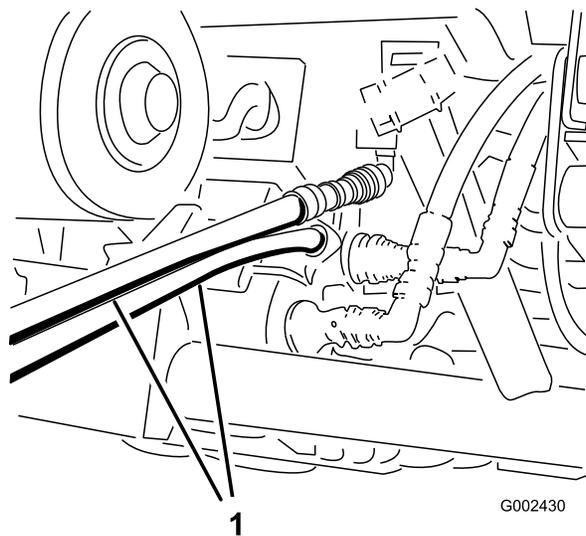

Figura 94
4. Sull'altro veicolo, collegate i due tubi ai giunti che si trovano ancora nella staffa dell'accoppiatore (collegate il tubo superiore al giunto superiore e il tubo inferiore al giunto inferiore) (Figura 94).